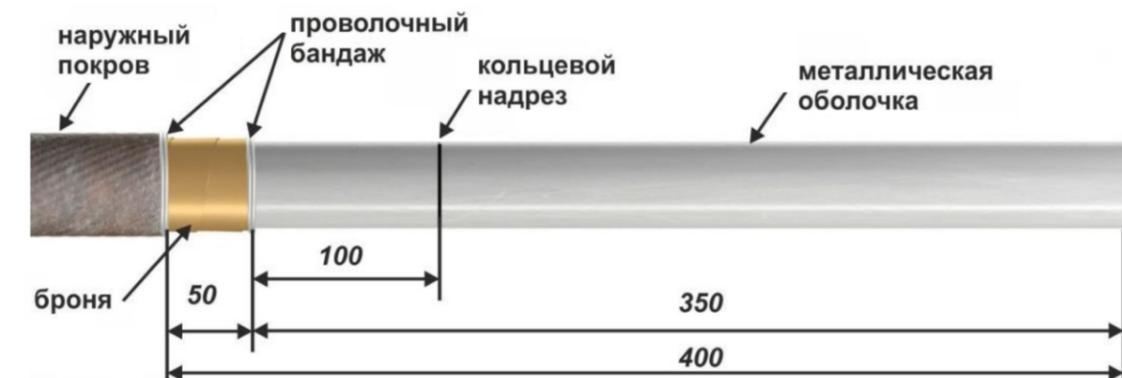

Рис. 1
5.2. Удалить наружный покров и броню, как показано на рис. 1. Выполнить кольцевой надрез оболочки. Зачистить и обезжирить участок оболочки на длине 150 мм и бронелент 50 мм.